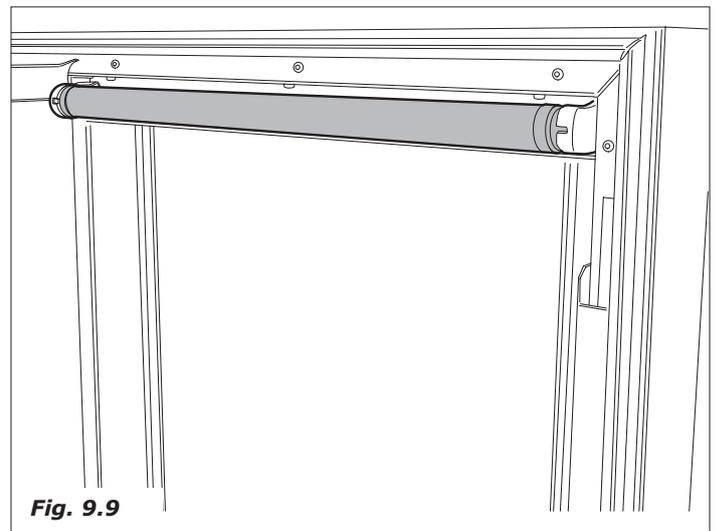

Fig. 9.9
- Sustituir el tubo de neón (Fig.9.9).